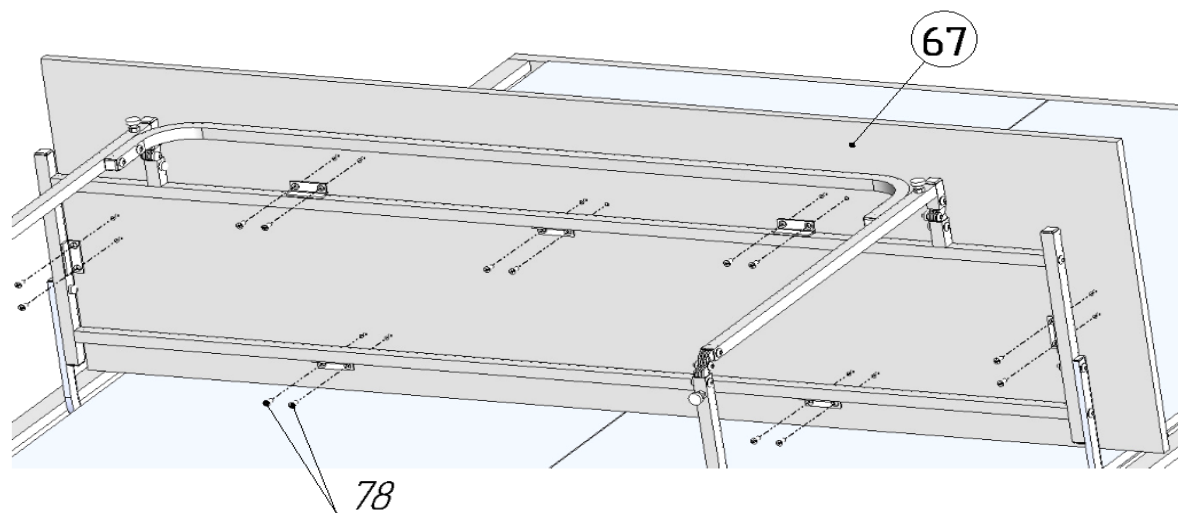

Рис.20
24. Присоединить к собранной раме стола столешницу поз.67, используя саморезы Ø4x16 поз.78 (рис.20).